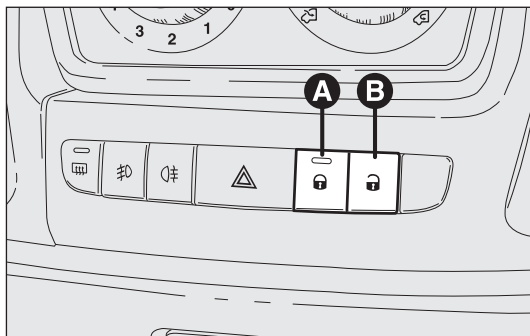

fig. 118
Se una o più porte sono aperte, a seguito della pressione del pulsante  sul telecomando gli indicatori di direzione ed il led presente sul pulsante A-fig. 118 lampeggiano velocemente per circa 3 secondi. Con funzione attiva i pulsanti A e B fig. 118 risultano disabilitati. Effettuando una doppia pressione rapida del pulsante  sul telecomando si attiva il dispositivo dead lock (vedere paragrafo "Dispositivo dead lock").
Premere il pulsante A-fig. 118 per bloccare le porte, premere il pulsante B per sbloccare le porte. Le azioni di blocco/ sblocco avvengono in modo centralizzato (anteriori e posteriori). Quando le porte sono bloccate il led sul pulsante A è acceso ed una pressione del pulsante B provoca lo sblocco centralizzato di tutte le porte e lo spegnimento della spia. Quando le porte sono sbloccate il led è spento ed una pressione del pulsante provoca il blocco centralizzato di tutte le porte. Il blocco porte viene attivato solo se tutte le porte sono correttamente chiuse.
non sarà possibile effettuare lo sblocco tramite il pulsante A-fig. 118 ubicato sulla plancia.
- pulsanti A-B fig. 118 di blocco/sblocco
L'avvenuto inserimento del dispositivo è segnalato da 3 lampeggi degli indicatori di direzione e dal lampeggio del led ubicato sul pulsante A-fig. 118 ubicato tra i comandi su plancia.